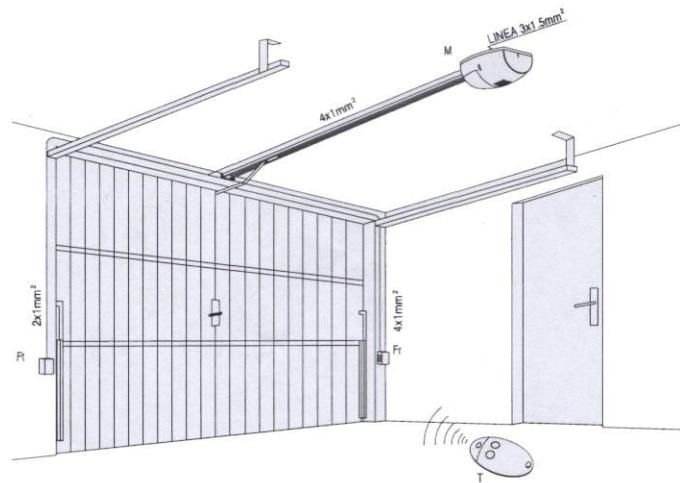

рис.17
5. Расположение электрического оборудования. (рис. 17).